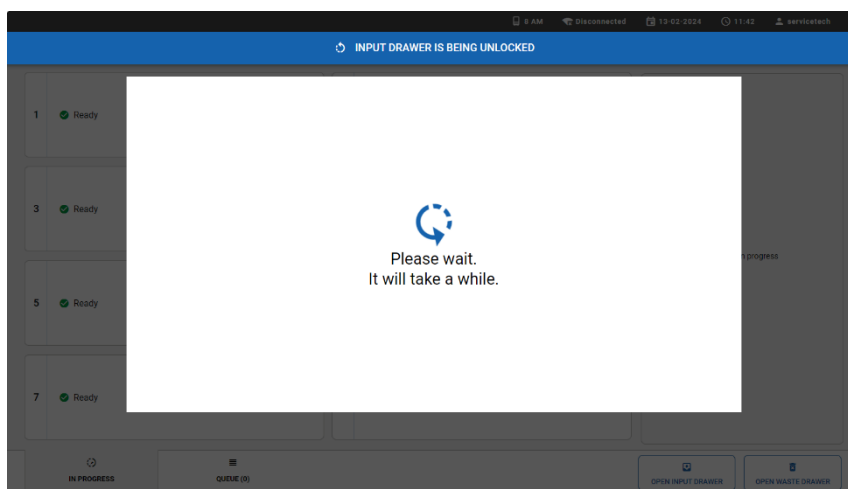

Abbildung 12. Wartedialogfeld für Zufuhrschublade.
4. Warten Sie, bis die Zufuhrschublade entriegelt ist (Abbildung 12).